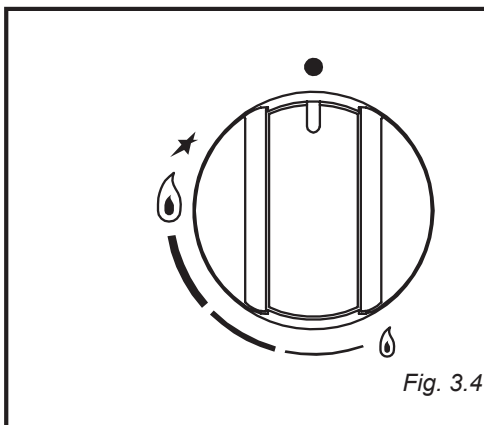

Fig. 3.4
- ✓ El encendido eléctrico está incorporado en las perillas de los quemadores y se identifica con el símbolo  (fig. 3.4).